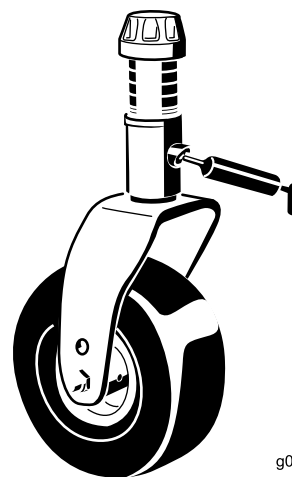

Figura 61
- Casquillos del eje de la horquilla de la rueda giratoria (2) (Figura 61)